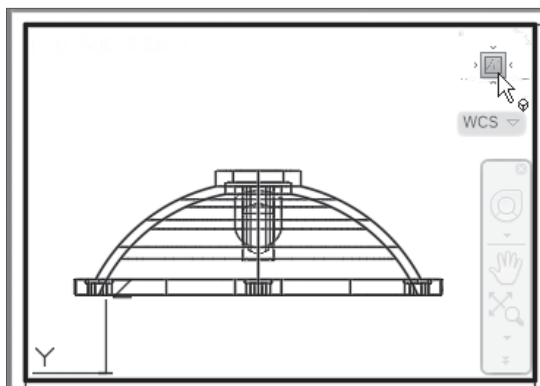
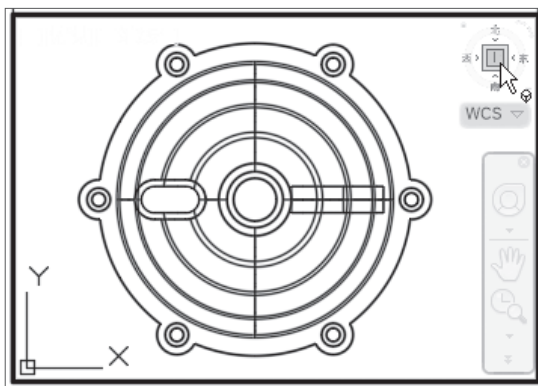

图 1-51
图 1-52
**步骤 04** 双击激活左上角视口，单击视口右上角方向图标，选择“左”，将其调整为左视图，如图1-51所示。双击激活左下角视口，单击视口右上角方向图标，选择“上”，将其调整为俯视图，如图1-52所示。